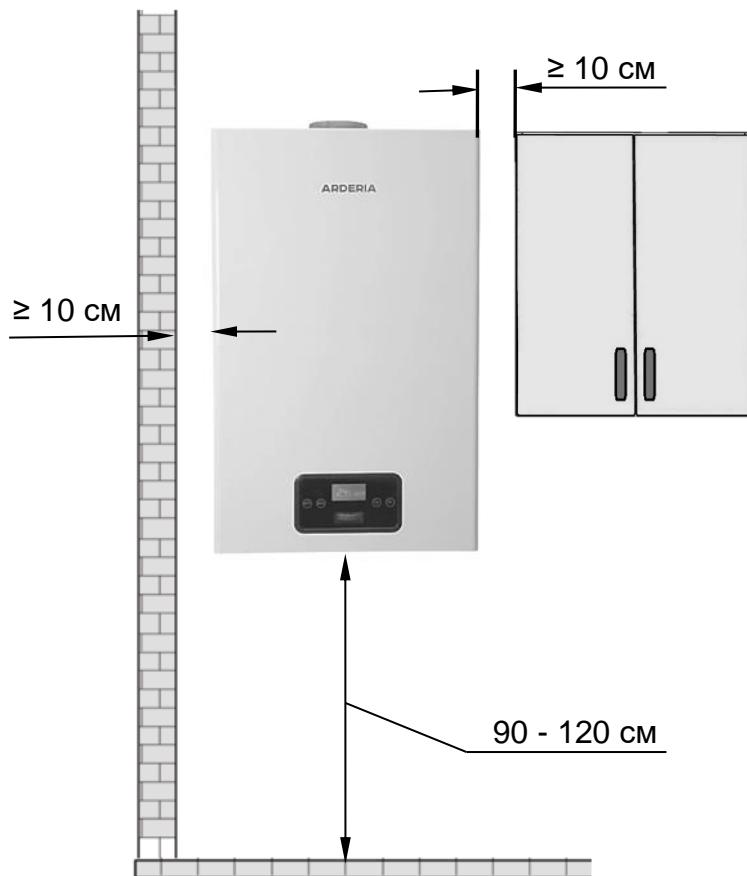

Рис. 11
- При установке котла в квартирах многоквартирных жилых домах при поквартирном отоплении, расстояние от котла до любой боковой стены **должно быть** не менее 10 см. (См. Рис. 11).
- Высота установки котла должна быть удобной для эксплуатации, ремонта и обслуживания. **Рекомендуемая высота** установки котла от 0,9 до 1,2 м. определяется от уровня чистого пола до нижнего основания корпуса котла. (См. Рис. 11).